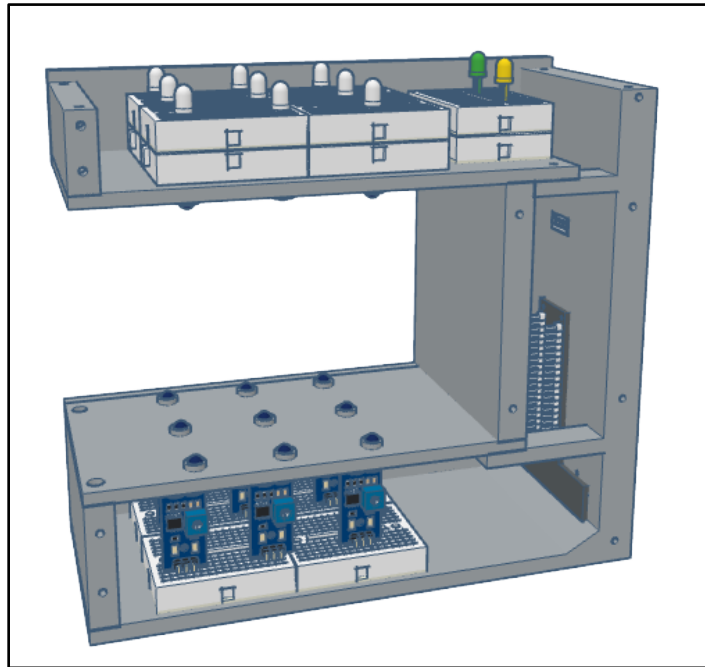

Figure 24. Fixation de P4.
- f. Fixez P4 en la connectant à P2 et P3 (**Fig. 24**). Cela stabilisera le boîtier et facilitera les tests. La fixation de P5 et P6, qui fermeront RetlNaBox, devra être effectuée ultérieurement, une fois RetlNaBox connecté au Raspberry Pi, l'électronique testée et la sensibilité des photodiodes optimisée (voir ci-dessous).